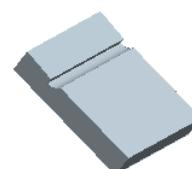

图 27.12 着色后的销体积块
Step4. 着色显示所创建的体积块。单击 **视图** 功能选项卡 **可见性** 区域中的“着色”按钮 **图**；系统自动将刚创建的销体积块 PIN_01 着色，着色后的销体积块如图 27.12 所示；在 **CntVolSel (继续体积块选取)** 菜单中选择 **Done/Return (完成/返回)** 命令。